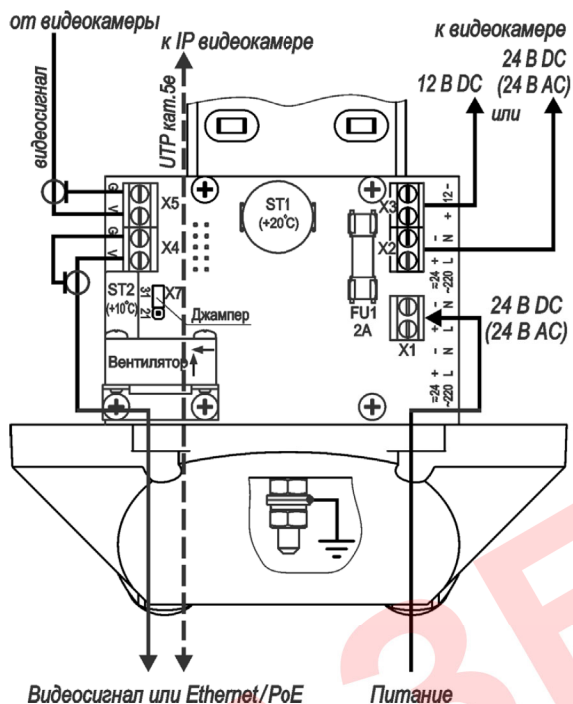
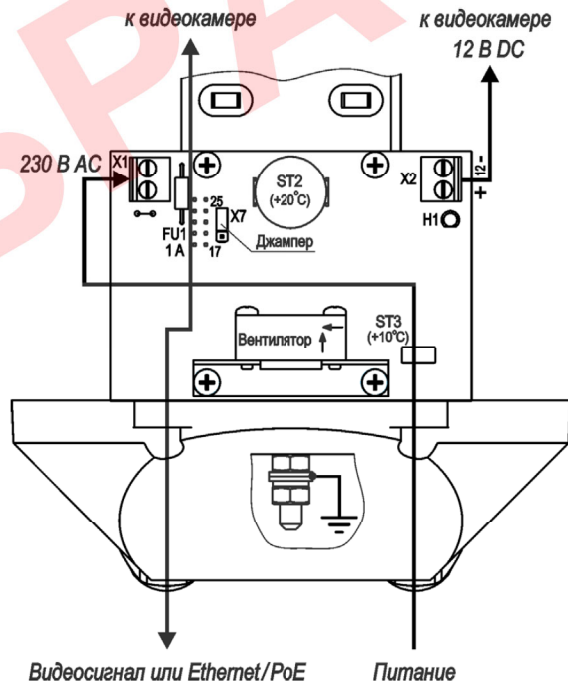

Рисунок 3 – Подключение ТГБ-7У-24/12
Рисунок 4 – Подключение ТГБ-7У-220/12
*** Предприятием-изготовителем в ТГБ-7У-24/12 джампер Х7 установлен в положение «31» – мощность обогрева 33 Вт, для изменения мощности на 22 Вт джампер необходимо переставить в положение «21» (см. рисунок 3), в ТГБ-7У-220/12 джампер Х7 установлен в положение «25» – мощность обогрева 33 Вт, для изменения мощности на 22 Вт джампер необходимо переставить в положение «17» (см. рисунок 4), в ТГБ-7У-12 джампер Х7 установлен в положение «31» – мощность обогрева 16 Вт, для изменения мощности на 11 Вт джампер необходимо переставить в положение «21» (см. рисунок 9)